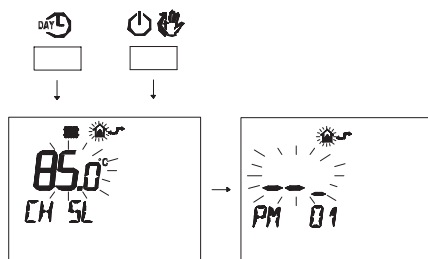

Figura 5.48
- Premere contemporaneamente i pulsanti DAY e ON/OFF per entrare nella programmazione trasparente (Figura 5.48).